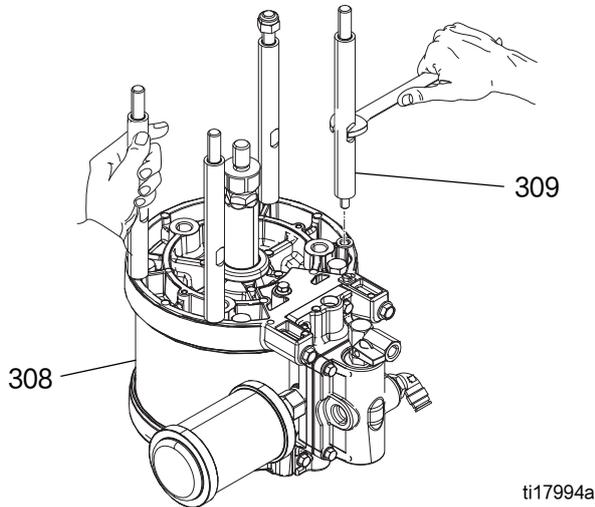

图 3
2. 将拉杆 (309) 安装在气动马达 (308) 底部。参见图 3 所示。